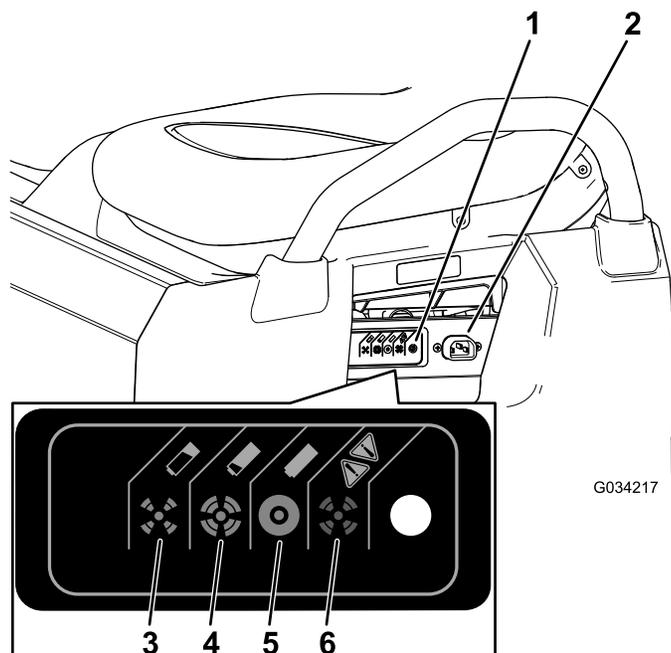

図 38
3. チャージャコードの太さは16ゲージまたはそれ以上太いもので、長さは2.5 m以内を、マシンの充電ソケットに接続する **図 38**。
充電状態を表す色の意味については、下の表と**図 38**で確認してください。